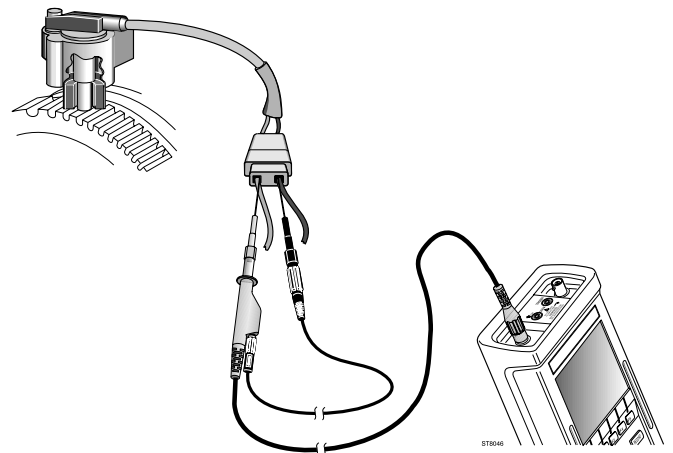

Bild 37, Testen eines magnetischen OT-Gebers
3. Schließen Sie die Meßleitungen so an, wie dies von der Funktion **Anschlußhilfe** und in Bild 37 dargelegt wird.